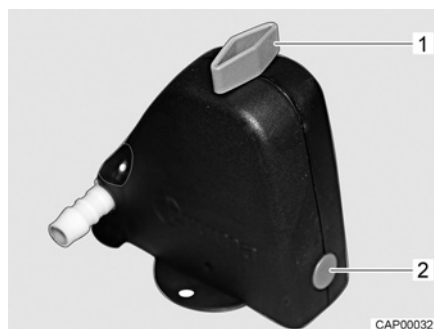
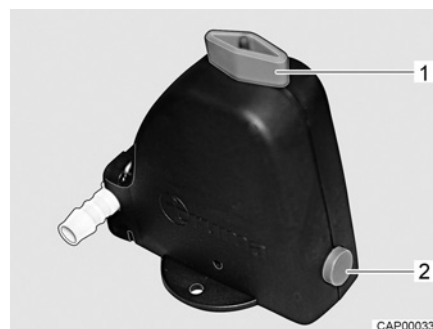

Fig. 105 Valvola di sicurezza/di scarico chiusa
Fig. 106 Valvola di sicurezza/di scarico aperta
- Aprire la valvola di sicurezza/di scarico (Fig. 105). A tal fine ruotare la manopola (Fig. 105,1) nel senso della lunghezza della valvola di sicurezza/di scarico. Il bottone automatico (Fig. 105,2) scatta all'infuori. La valvola di sicurezza/di scarico aperta è rappresentata in Fig. 106.